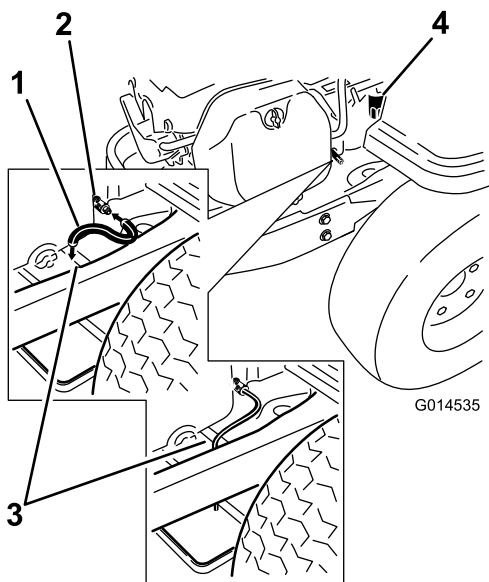

Figure 30
5. Nettoyez la surface autour du robinet de vidange sur le châssis de la machine. Trouvez le flexible de vidange d'huile et branchez-le au robinet de vidange (Figure 30).
- Placez l'autre extrémité du flexible de vidange sur le bout du châssis (Figure 30).